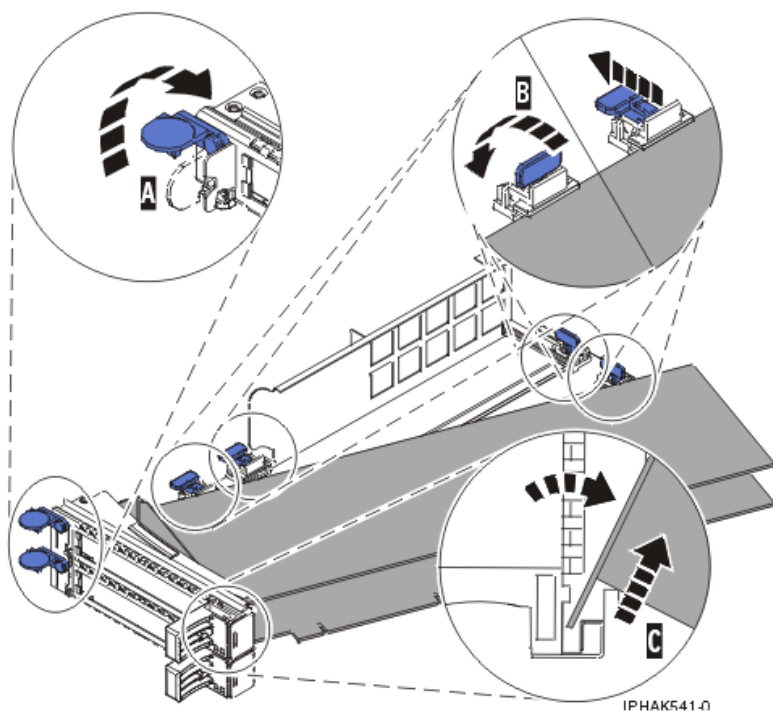
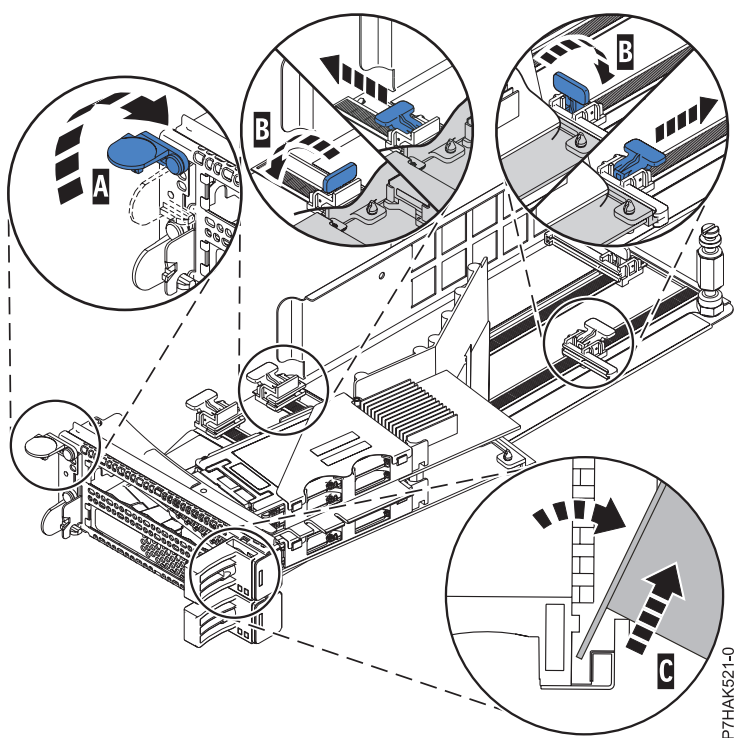

Figura 93. Adaptador que s'ha tret del casset d'adaptadors PCI
Figura 94. Adaptador PCIe RAID i SSD SAS que s'ha tret del casset d'adaptadors PCI
- d. Descargoleu el passador giratori (C) i poseu-lo en un lloc segur
- a. Obriu les peces de retenció (B) de l'adaptador fent girar els clips de retenció (A) fins que estigui en posició horitzontal. Consulteu Figura 93 a la pàgina 101. Si esteu traient un adaptador PCIe RAID i SSD SAS, consulteu Figura 94 a la pàgina 101.